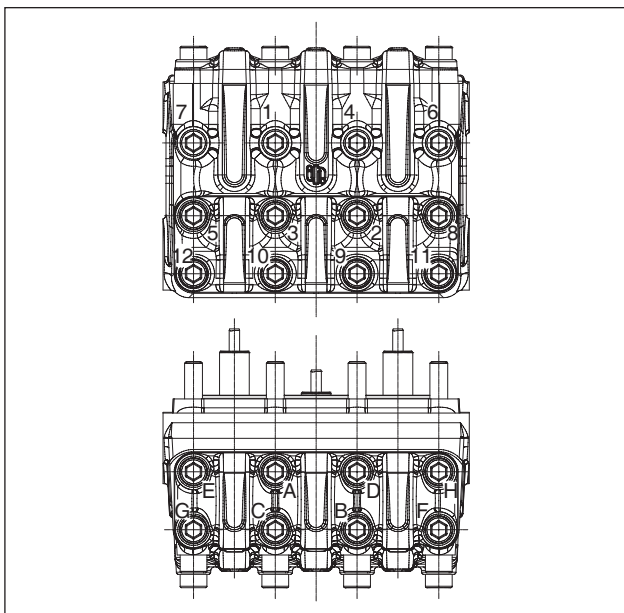

Fig. 29
** Le viti fissaggio testata pos. esploso 13 devono essere serrate con chiave dinamometrica rispettando l'ordine riportato nello schema di Fig. 29.
*** Le viti fissaggio coperchio valvole pos. esploso 10-13 e pos. esploso 22 devono essere serrate con chiave dinamometrica rispettando l'ordine riportato nello schema di Fig. 29.